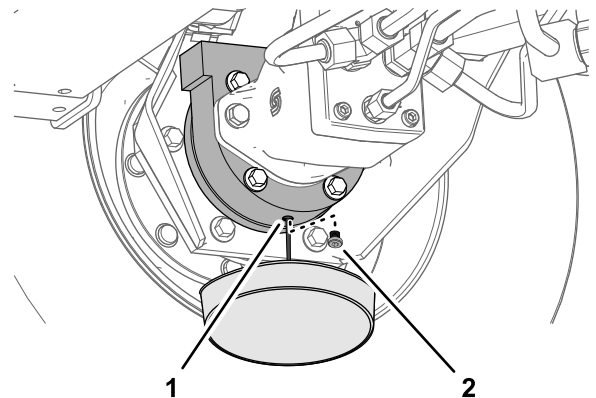

図 101
6. ブレーキハウジングの下に容器を置き、プラグを外してオイルを抜く 図 101。